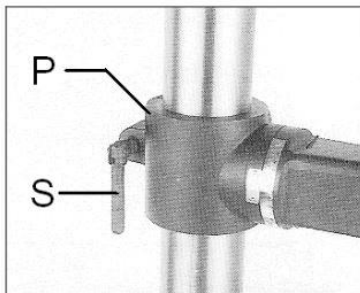

Fig 3
Den Klemmhebel (Siehe, Fig 3) in den Säulenflansch (P) einschrauben.
Den Arbeitstisch (H, Fig 3) montieren.
Den Klemmhebel (G, Fig 3) einschrauben.